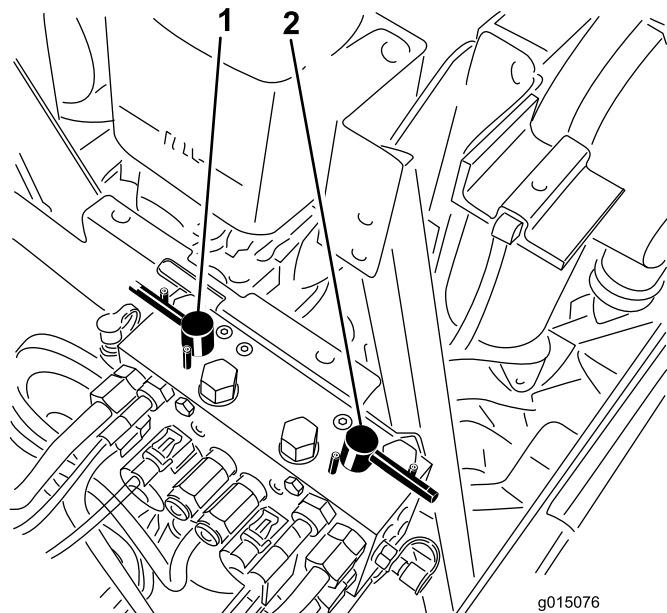

Figura 76
4. Seleccione la palanca de autoafilado correspondiente a los molinetes que desea autoafilar: delanteros, traseros o ambos (Figura 76).